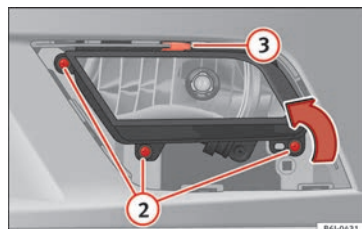

Fig. 151 Farol de nevoeiro.
- Retire os parafusos (3x) » **Fig. 151 ②** para extrair o farol de nevoeiro.
- Retire o grampo metálico que se encontra na parte superior do farol de nevoeiro, puxando para fora do veículo » **Fig. 151 ③**.